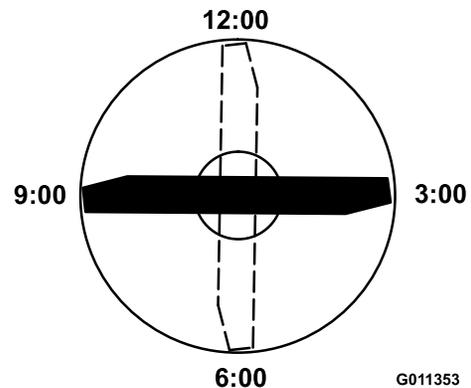

Рисунок 83
прямо по направлению скашивания) (Рисунок 83) и измерьте высоту от стола до режущей кромки ножа.
5. Поверните отмеченный конец ножа в положения «3 часа» и «9 часов» (Рисунок 83) и измерьте значения высоты.